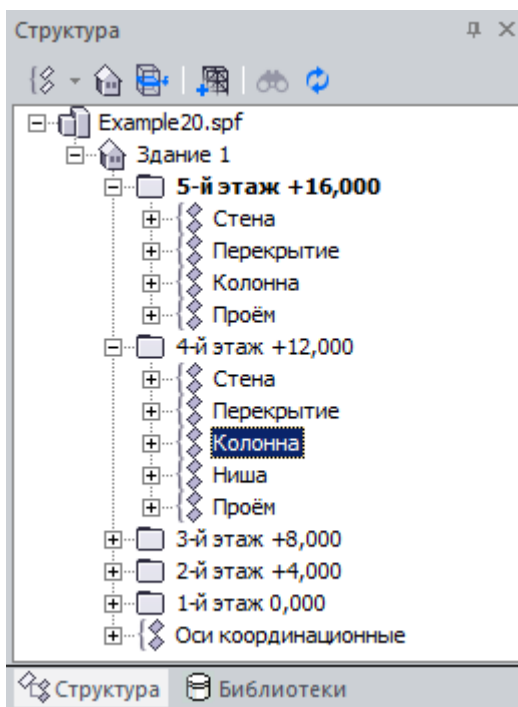

Рис.23.14. Диалоговое окно **Структура**
- В диалоговом окне **Структура** (рис.23.14) щелчком по строке  **4-й этаж +12,000** разверните список элементов 4-го этажа.